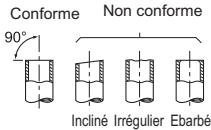

Fig. 2
- Si le tuyau de vidange fourni avec l'unité interne est trop court, connectez-le au tuyau de vidange (I) se trouvant dans le local d'installation. (Fig. 2)
- Retirez le tuyau de vidange du côté arrière gauche de l'unité interne. (Fig. 2)